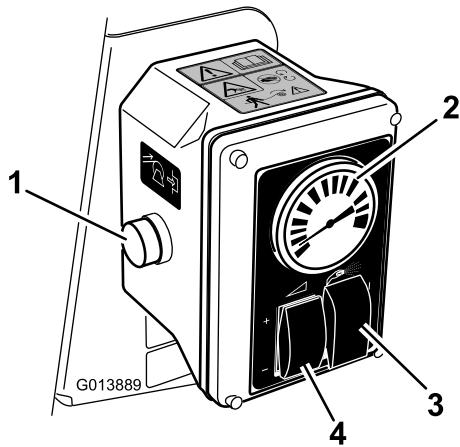

Figura 21
5. Coloque o interruptor selector de pulverização na posição de pulverização manual (Figura 21).
6. Ajuste o interruptor de controlo da velocidade para aumentar ou diminuir a pressão, como figura no indicador de pressão, para a afinação pretendida (Figura 21).